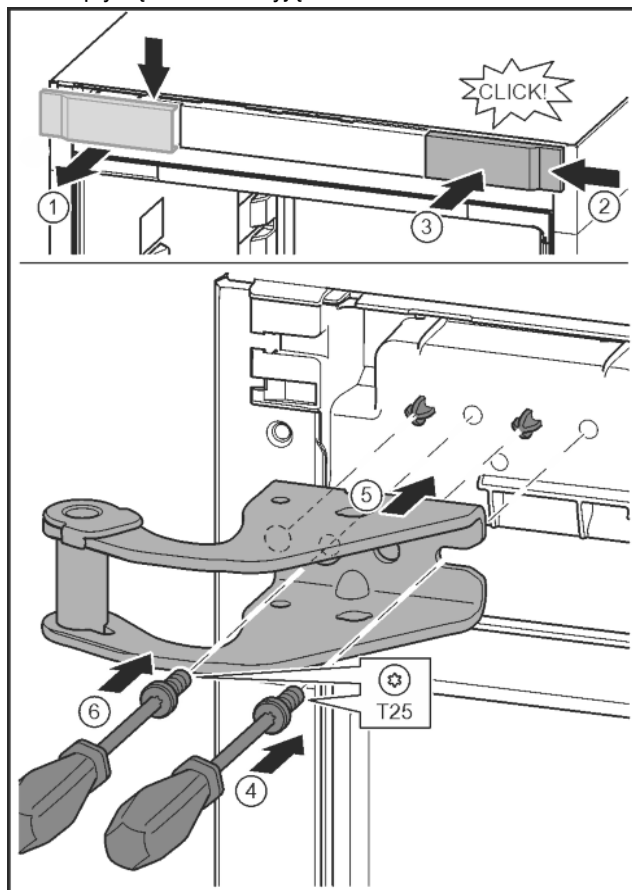

Fig. 13
- ▶ Poluzować osłonę i zdjąć w bok. Fig. 13 (1)
- ▶ Osłonę obrócić o 180° założyć z drugiej strony od prawej. Fig. 13 (2)
- ▶ Zazębić osłonę. Fig. 13 (3)
- ▶ Śrubę założyć przy pomocy śrubokręta T25. Fig. 13 (4)
- ▶ Założyć górną płytkę zawiasu. Fig. 13 (5)
- ▶ Dokręcić śrubę. Fig. 13 (4)
- ▶ Śrubę założyć przy pomocy śrubokręta T25 i mocno dokręcić. Fig. 13 (6)